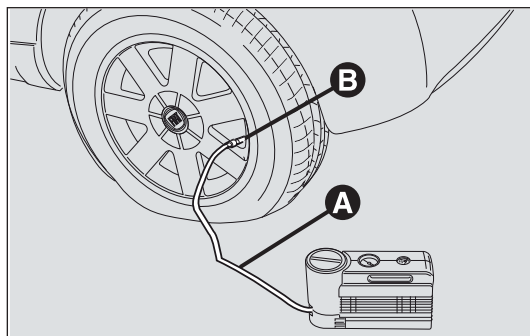

fig. 134
- ☐ Azionare il freno a mano. Svitare il cappuccio dalla valvola del pneumatico, estrarre il tubo flessibile di riempimento A-fig. 134 ed avvitare la ghiera B sulla valvola del pneumatico;